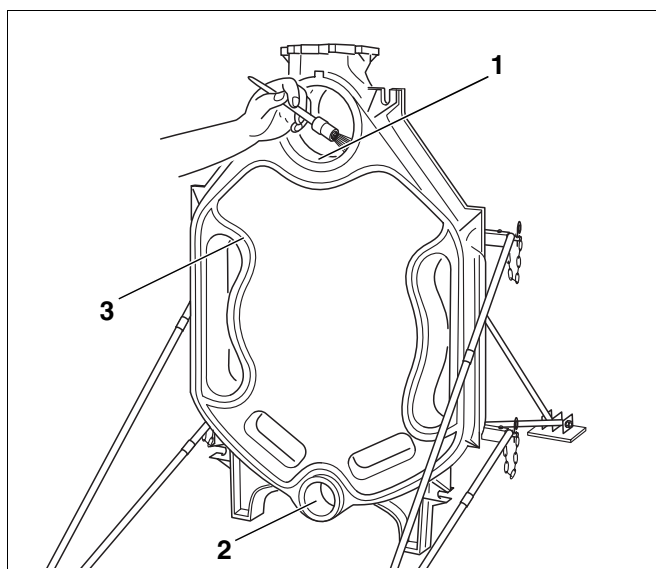

Fig. 10 Forberedelse af tætningsspor og nippelgange
- Rens om nødvendigt nippelgangene med stålborste og en klud (Fig. 10, **pos. 3**).
- Rens nippelgangenes tætningsflader (Fig. 10, **pos. 1 og 2**) med en klud, der er vædet med benzin.